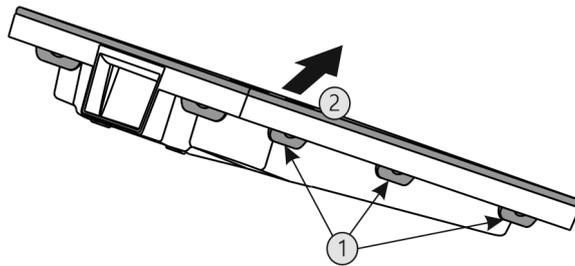

Fig. 44
- ▶ Натиснете всички езичета Fig. 44 (1) последователно и свалете капака Fig. 44 (2).